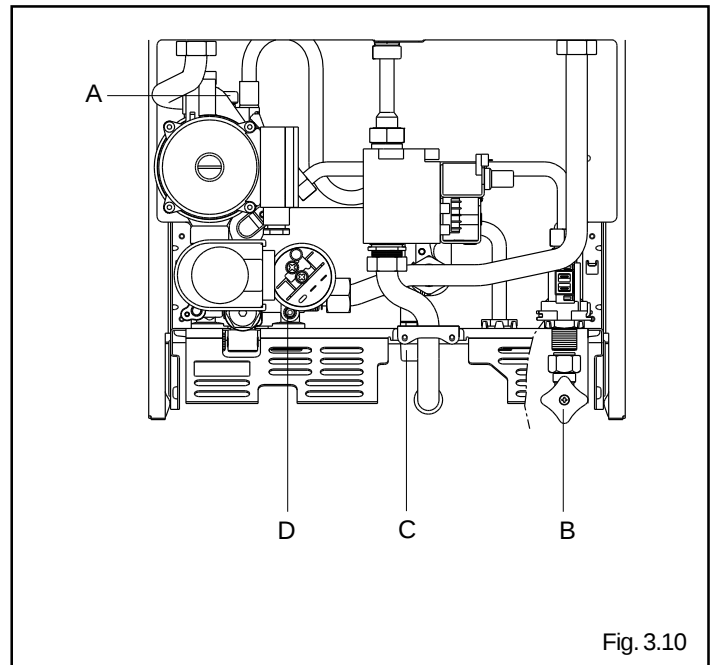

Fig. 3.10
- abrir dos o tres vueltas el tapón del purgador de aire automático (A, fig. 3.10);
- asegurarse de que el grifo entrada agua fría (B) esté abierto
- abrir la llave de llenado (C) hasta que la presión indicada por el hidrómetro (D) esté incluida entre 1 y 1,5 bar.